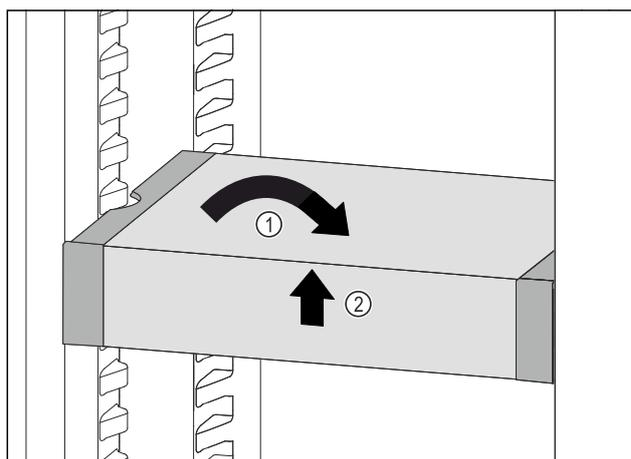

Fig. 103
- ▶ Coloque el VarioSafe en posición recta. Fig. 103 (1)
- ▶ Levante el VarioSafe por delante. Fig. 103 (2)